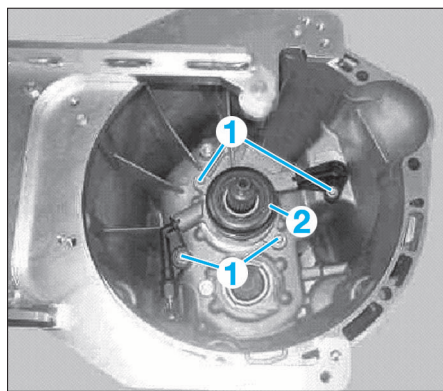

FIG. 2
- les vis (1) de la butée/récepteur d'embrayage (2) (Fig.2).
- les vis (1) de la butée/réceptrice d'embrayage (2) (Fig.2).